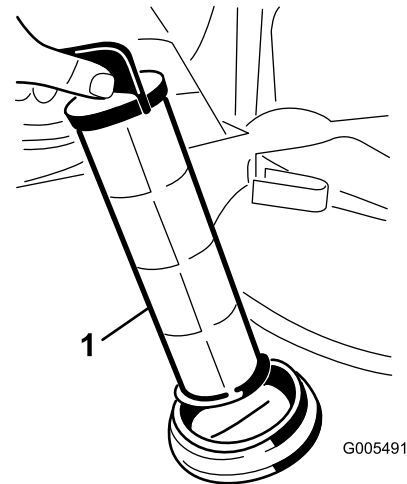

Figure 67
4. Sortez la crépine d'aspiration de son logement dans le réservoir (Figure 67).